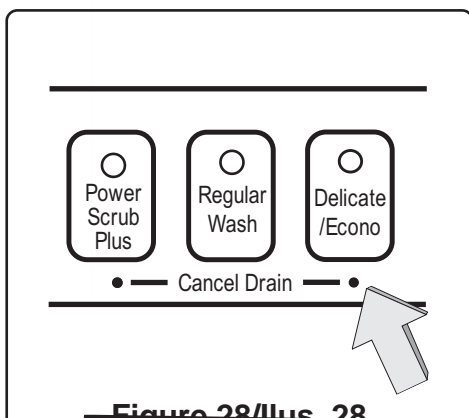

Figure 28/Illus. 28
2. Presser et maintenir les deux touches les plus à droite indiquées «Cancel Drain» (annulation vidange), comme à la figure 28, puis presser et maintenir la touche marche-arrêt. Lorsque le voyant de la touche annulation vidange pressée s'allume et que la tonalité retentit, relâcher les deux touches.